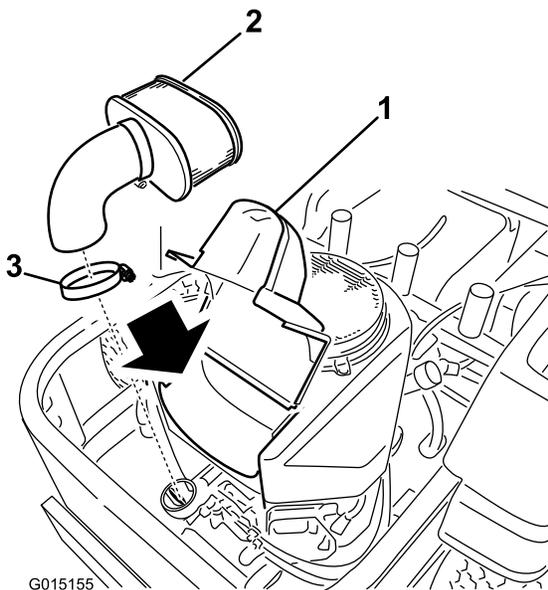

Figura 42
3. Limpie alrededor de la tapa del limpiador de aire para evitar que penetre suciedad en el motor y cause daños, levante la tapa y retire la abrazadera que sujeta el limpiador de aire al motor (Figura 42).
4. Afloje la abrazadera y retire el elemento de papel (Figura 42).